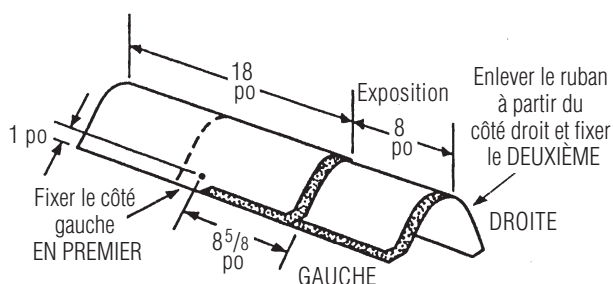

Figure 16-19 : Pose de bardeaux de faîte Shangle® sur les arêtes et les faîtes.
7. Clouer chaque bardeau pour faîtes et arêtes au moyen de deux clous (figure 16-19). Les clous doivent être longs de 1 3/4 po (4,4 cm) ou plus, de façon à ce qu'ils pénètrent dans la dalle de 3/4 po (1,9 cm) ou qu'ils la traversent d'au moins 1/8 po (3 mm). Laisser 8 po (20,3 cm) du bardeau exposé le long de la ligne de faîte ou d'arête et recouvrir tous les clous.